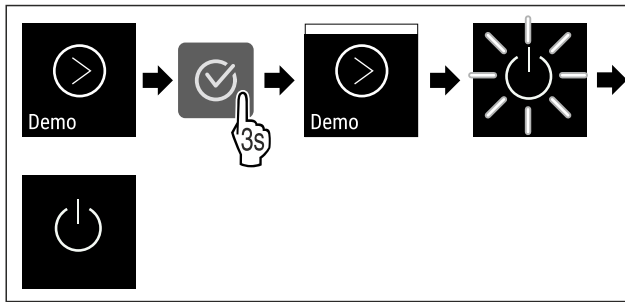

Fig. 110
- ▶ Udfør handlingstrinene (se Fig. 110) .